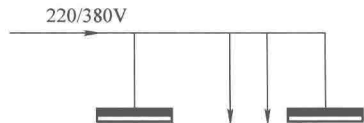

图 1-3
42. 某配电系统图如图 1-3 所示, 该系统是低压树干式配电系统。 ( )